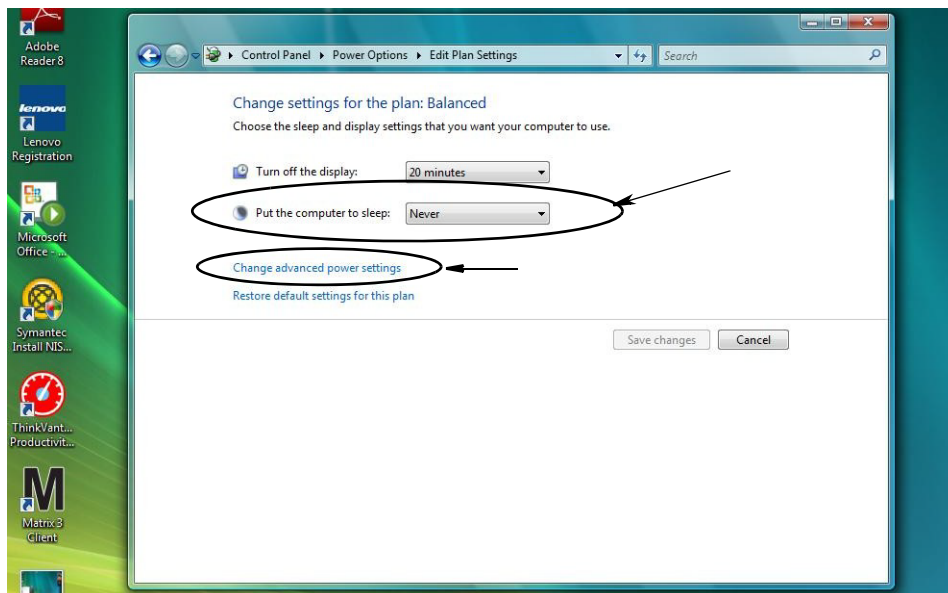

Рис. 19
4. В поле «Переводить компьютер в спящий режим» выберите НИКОГДА. Потом перейдите по ссылке «Изменить дополнительные параметры питания» (Рис. 19).